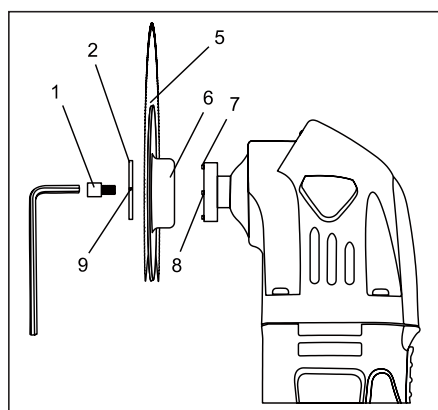

Fig. 2
2. Puneți lama (5) al suportului accesorii (Fig. 2).
a) Asigurați-vă că fantele de aliniere (6) coincide cu pinii de aliniere (7) Titularul de accesorii și partea imprimată a lamei este direcționată la instrument.
3. Trece șuruburile (1) din șaiba (2) și lama și introduceți-l în orificiul filetat al titularului (8).
a) Asigurați-vă că curba convexă a șaiba (9), se confruntă cu sloturile cap șurub la finalul partidei disc fantele din accesorii titularului.